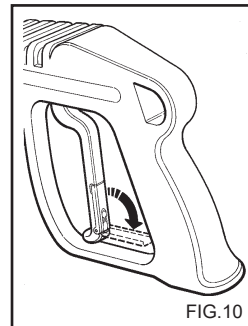

FIG.10
- Quand le nettoyeur haute pression n'est pas utilisé, fermer le dispositif de sécurité de la poignée. (fig.10)